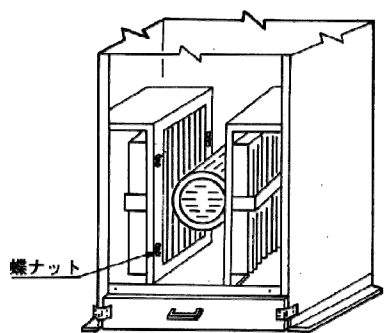
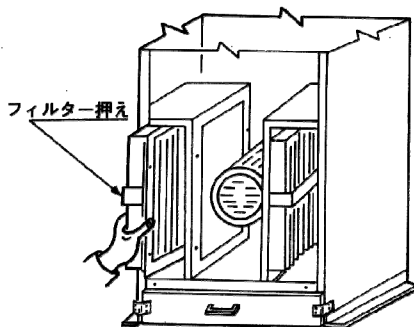

図1
図2
①パッチン錠を外して前ふたを開けてください。
- ②フィルターは左右に1個ずつ、図1のように取り付けています。
- ③蝶ナットを緩め(片側4ヶ)、蝶ナットとワッシャーを取り外します。
- ④フィルター押えとフィルターをセット状態のまま図2のように静かに外部へ引き出します。
- ⑤フィルター押えとフィルターを分離させます。
- ⑥フィルターの取り付けは、上記と逆の手順で作業を行ってください。